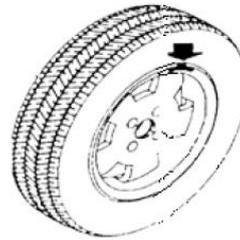

Figure 10-9
8.1.6 Répéter l'opération pour côté droit Fig.10-9.